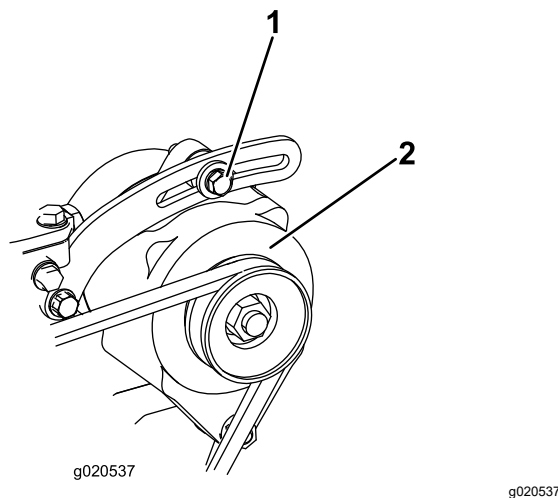

Figura 90
1. Se a deslocação obtida não for igual a 10 mm, deve desapertar os parafusos de montagem do alternador (Figura 90).